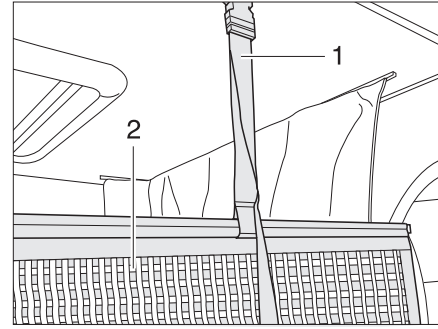

Fig. 129 Soporte red de seguridad
La red de seguridad (Fig. 129,2) con los cinturones de sujeción está guardada debajo del colchón. Tender la red de seguridad cuando las personas ya se encuentren en la cama elevada.
- Engatillar los cinturones de sujeción (Fig. 129,1) en los soportes en el techo.